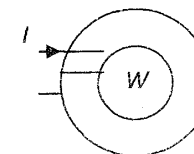

Рисунок 2
5. Определите магнитный поток  $\Phi$  в кольцевом сердечнике (см. рис.2), имеющем длину средней линии  $l_{cp} = 40$  см, сечение  $S = 10 \text{ см}^2$ . Обмотка имеет  $w = 280$  витков, ток в обмотке  $I = 1$  А. Кривая намагничивания стали задана (см. табл.)